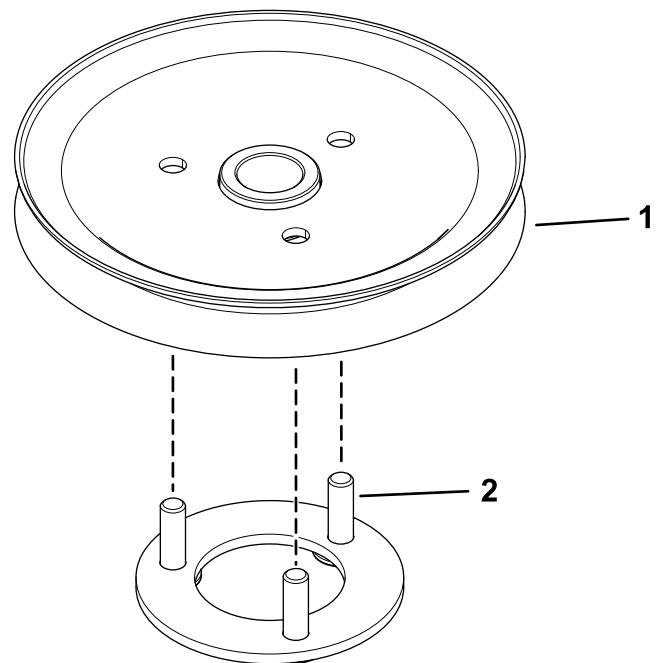

Figure 7
- Insérez les goujons du plateau de support de la poulie dans les trous de la roue à gorge (Figure 7).